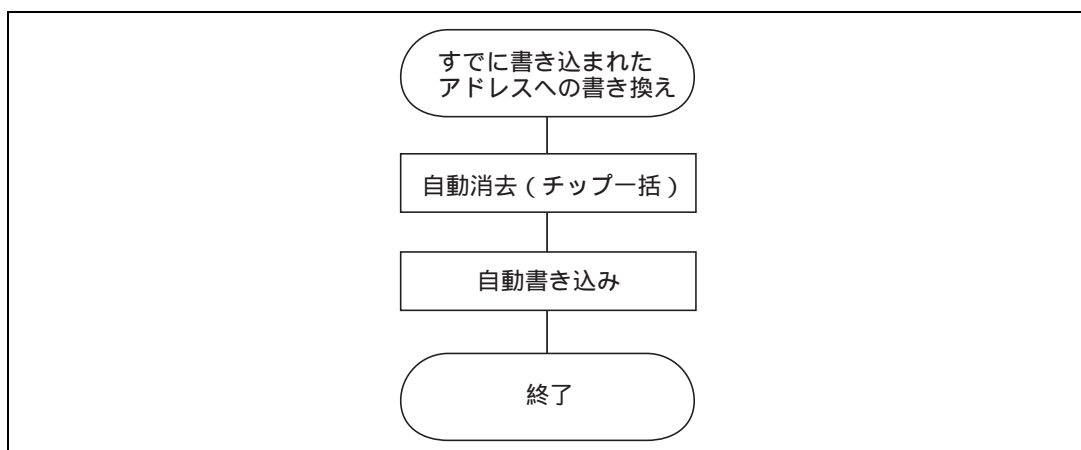

図 15.24 すでに書き込まれたアドレスへの書き換え
- (1) すでに書き込まれたアドレスへの書き換えは、自動消去を行った後に自動書き込みをしてください(図15.24参照)。
- (2) オンボード書き込み/消去を行ったチップに対して、それをライターを用いて書き換えを行う場合は、自動消去を行った後に自動書き込みを行うことを推奨します。